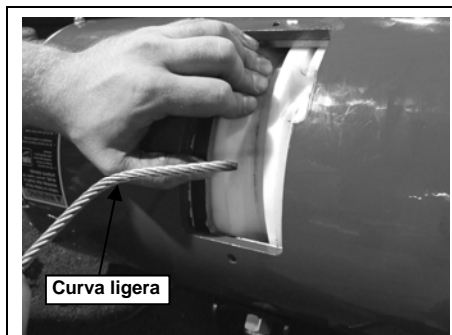

Figura 4.10
Paso 11. Curve ligeramente el extremo fusionado del nuevo cable. (Ver Figura 4.10)